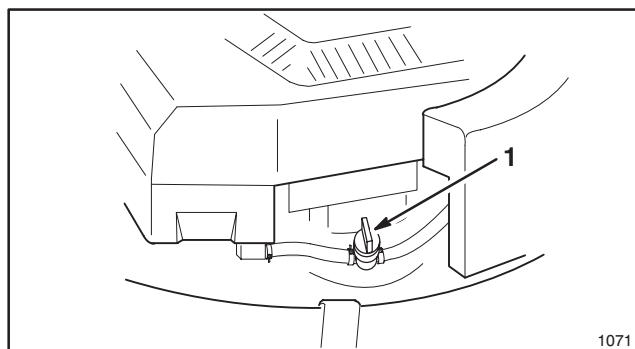

Abbildung 8
4. Kraftstoff-Absperrventil am Motor öffnen (Abb.8).
3. Kraftstoff-Absperrventil öffnen (Abb. 8), falls dies noch nicht erfolgt ist.